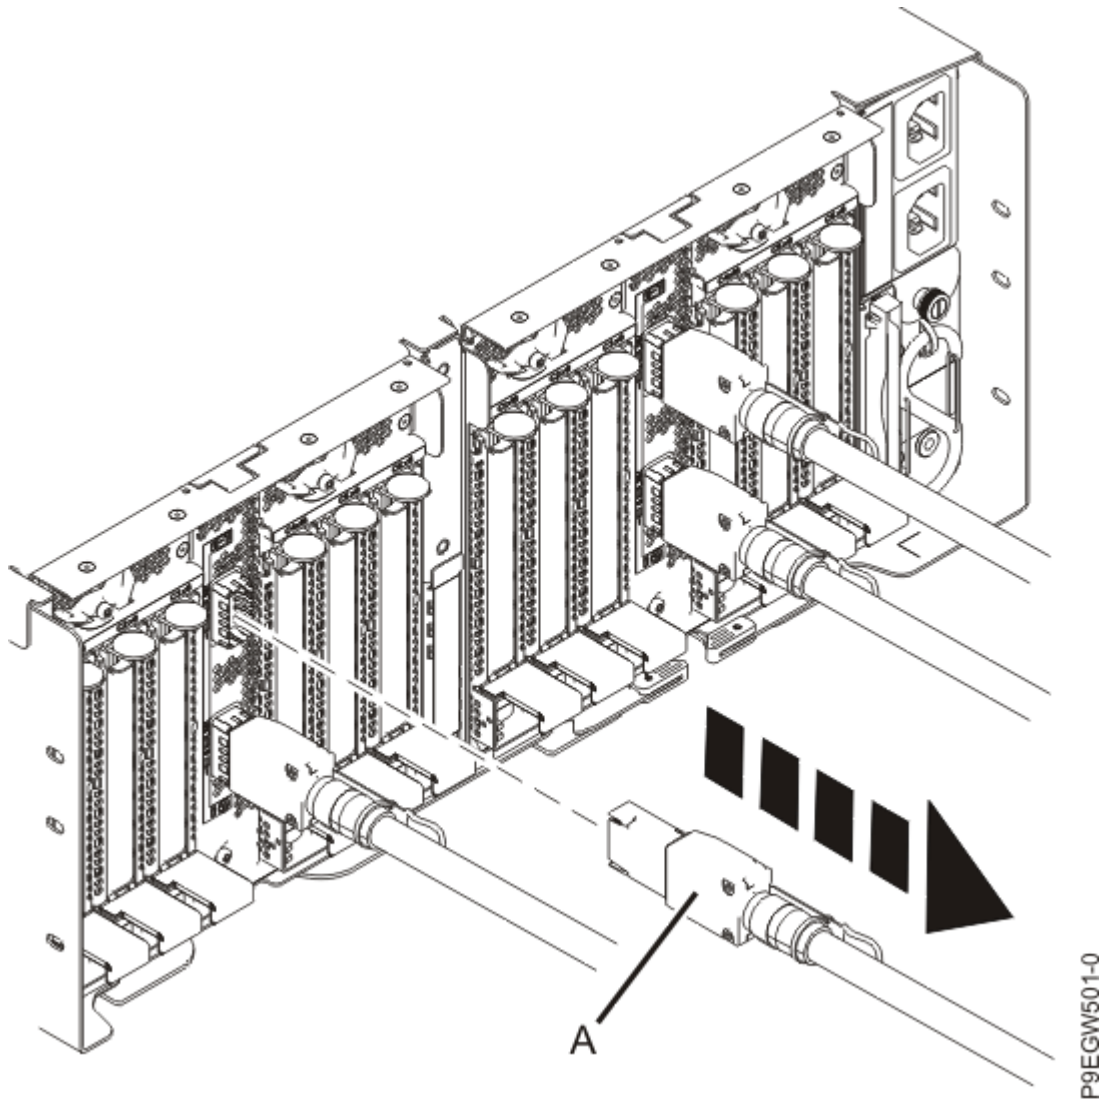

图 2: 从 EMX0 PCIe3 扩展抽屉 中卸下扩展抽屉电缆
6. 要从 EMX0 PCIe3 扩展抽屉上的 I/O 模块拔下扩展抽屉电缆，请握住拉片并从 EMX0 PCIe3 扩展抽屉上的 I/O 模块端口拔出扩展抽屉电缆 **(A)** 的另一端，如 第 4 页的图 2 中所示。